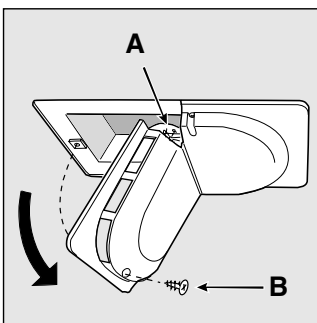

Fig. 8
- Wie tauscht man die Innenlampe aus? Am hinteren Teil des Thermostatengehäuses befindet sich die Birne für die Innenbeleuchtung. Bevor Sie diese austauschen, ziehen Sie den Stecker aus der Steckdose; schrauben Sie hierauf die defekte Birne heraus und ersetzen Sie diese durch eine neue, die nicht stärker als 15 Watt sein darf. (Siehe Abb. 8).